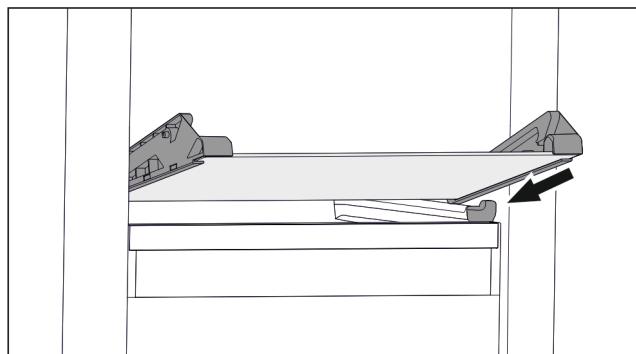

Fig. 73 Skleněná deska odklápěcí zásuvky
- ▶ Nasaďte skleněnou desku šikmo za zářezky. (viz Fig. 73)